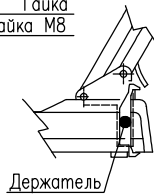

Рис.2
4.5. Вставить в струбину или отверстие подставки параллелограммную стойку с плафоном. При установке светильника в подставку зафиксировать стойку с плафоном при помощи держателя, входящего в комплект подставки. Держатель установить со стороны основания подставки в соответствии с рис. 2.